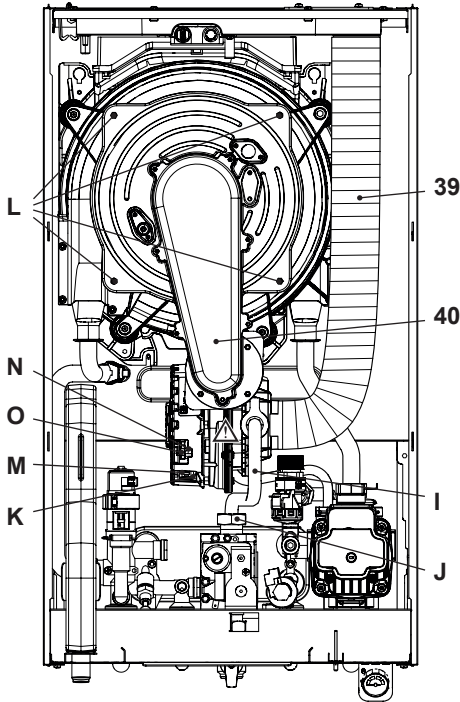

Figura 9.6
Rimozione del gruppo bruciatore ventilatore 40 in Figura 9.6.
- Scollegare il tubo aspirazione aria 39 (Figura 9.6).
- Inserire un cacciavite piano nella rientranza K del connettore M e fare leva verso il basso, contemporaneamente scollegare il connettore M tirandolo frontalmente (Figura 9.6).
premono il gancio in plastica O posizionato nella parte sottostante del connettore (Figura 9.6).
- Svitare i dadi L e rimuovere il gruppo bruciatore ventilatore 40 (Figura 9.6).